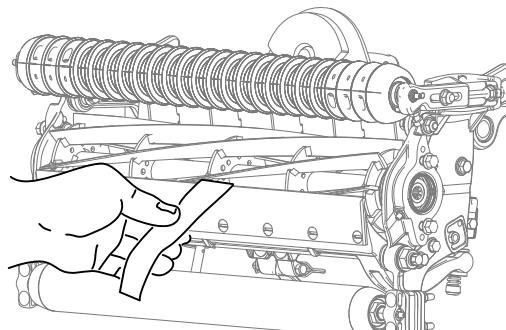

Bild 10
12. Testen Sie die Schnittleistung, indem Sie einen langen Streifen des Toro Schnittleistungspapiers senkrecht zum Untermesser zwischen die Spindel und das Untermesser legen (Bild 10).